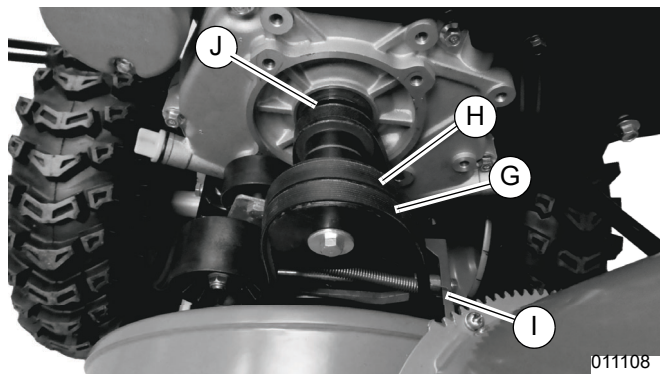

Figura 4-15. Poleas del motor
4. Consulte la Figura 4-15. Gire la correa de la barrena delantera (G) para sacarla por la parte delantera de la polea motriz del motor (H) y gire la correa de la barrena trasera (I) para sacarla por la parte trasera de la polea motriz del motor.